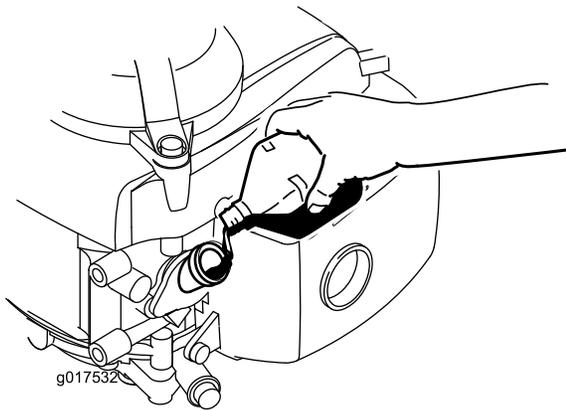

図 6
3. **ゆっくりと** 補給穴からオイルを入れ、3分間待つてからきれいに拭いたディップスティックを差し込み、**但しねじ込まないようにして**穴の奥まで入れる **図 6**。